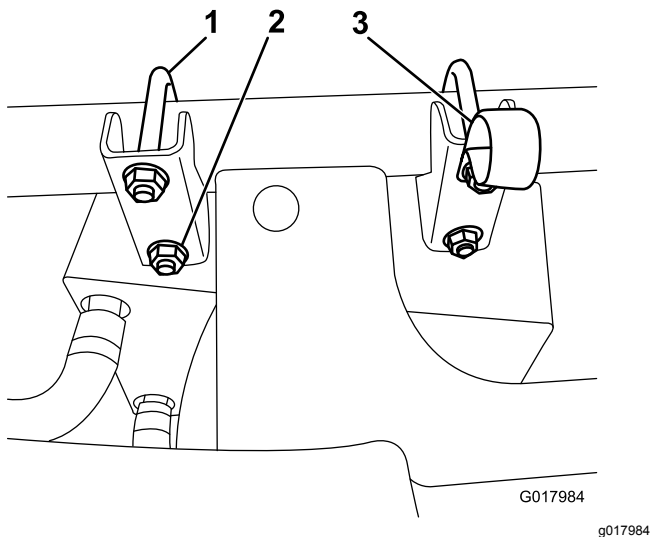

Figure 4
2. Fixez le chauffage et son support au tube de cadre avant à l'aide des étriers filetés et des écrous à embase (**Figure 4**).
3. Fixez le collier en R sous l'écrou supérieur le plus proche du centre de la machine (**Figure 4**).